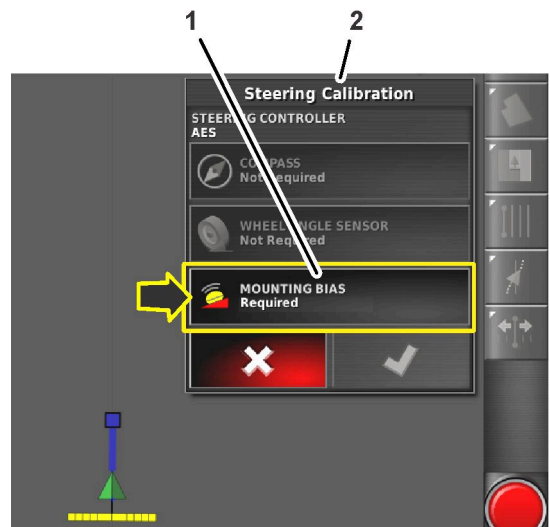

Figura 169
3. Pulse el icono MOUNTING BIAS (Sesgo de montaje) (Figura 169).